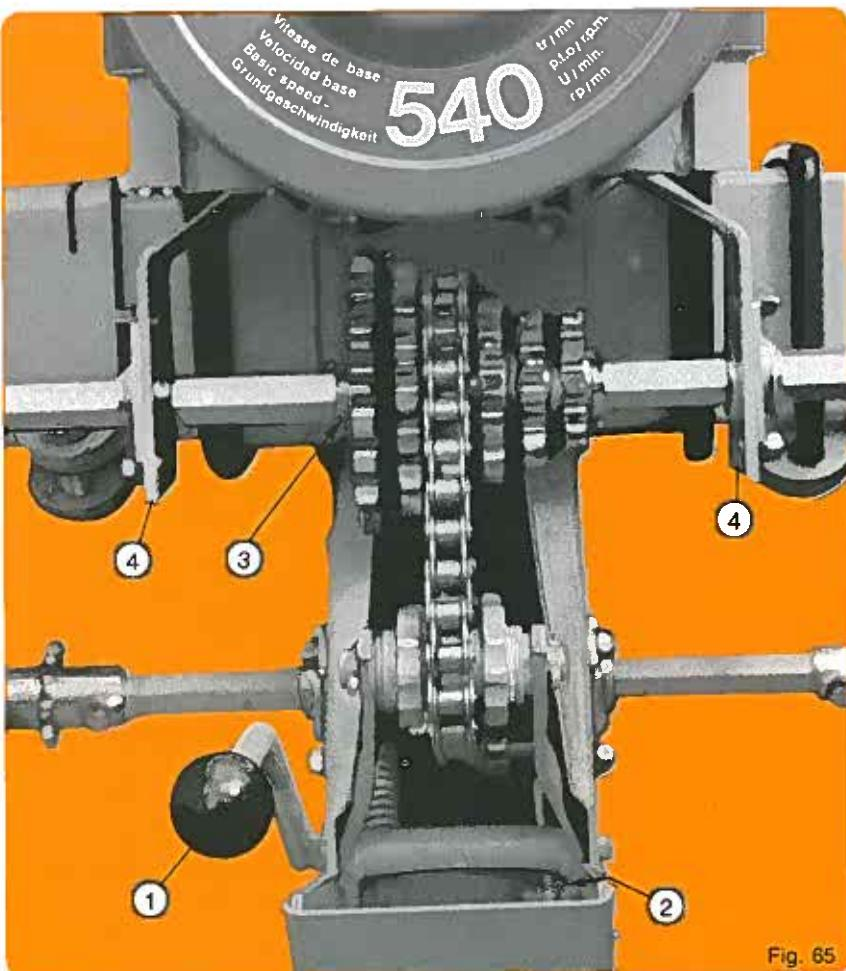

Fig. 65
- Montage normal (fig. 65) pour semoir à nombre de rangs pair et inter-rangs supérieur à 45 cm.
Normale Montage (Abb. 65) für Sämaschinen mit gerader Reihenanzahl und Reihenabstand über 45 cm.
- Normal assembly (fig. 65) for planters with an even number of rows and inter-row spacing over 45 cm (18').
• Montaje normal (fig. 65) para sembradora con número par de filas y distancia entre hileras superior a 45 cm.